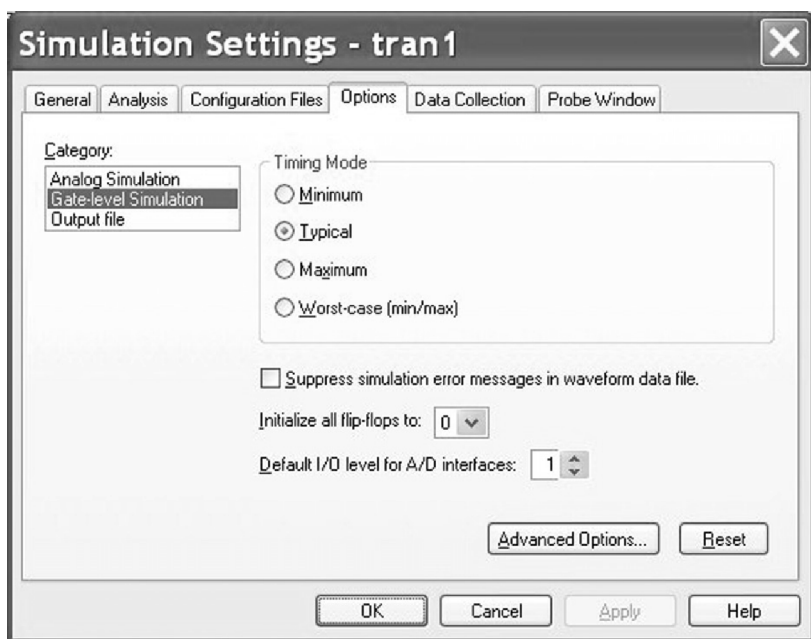

图 18.13 触发器的初始值设置为 0
10. 对电路进行瞬态仿真分析设置，运行时间为  $10\mu\text{s}$ 。如图 18.13 所示，在设置窗口中选择 **Options > Category: Gate-level simulation**，然后在 Initialize all flip-flops 对话框中选择 0，设置所有触发器的初始值为 0。